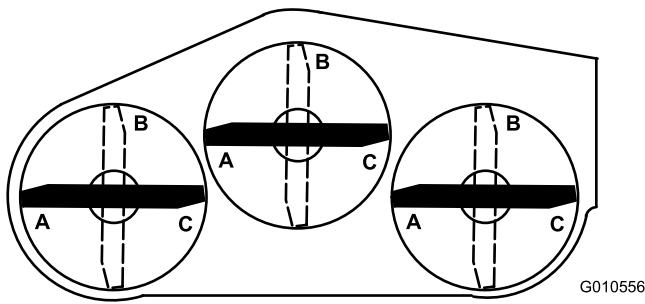
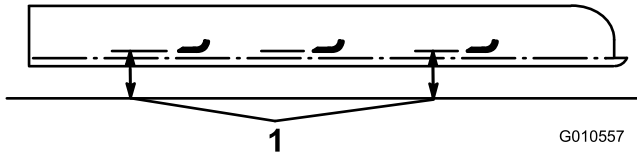

Bild 24
Bild 25
1. Nehmen Sie die Sicherungsmutter von der Schraube ab, die die Laufradgruppe zwischen der Laufradgabel hält (Bild 24). Halten Sie das Laufrad fest und schieben die Schraube aus der Gabel.
5. Stellen Sie alle drei Messer in die A-Stellung (Bild 24) und messen von der ebenen Fläche bis zur Unterkante jeder Messerspitze (Bild 25).
6. Notieren Sie den Wert, den Sie an der A-Stellung erhalten haben, drehen Sie die Messer auf die B-Stellung (Bild 24) und messen den Abstand aller Messer zur ebenen Fläche; notieren Sie den Wert (Bild 25).
7. Drehen Sie die Messer in die C-Stellung, messen und notieren Sie den gemessenen Wert (Bild 24 und Bild 25).